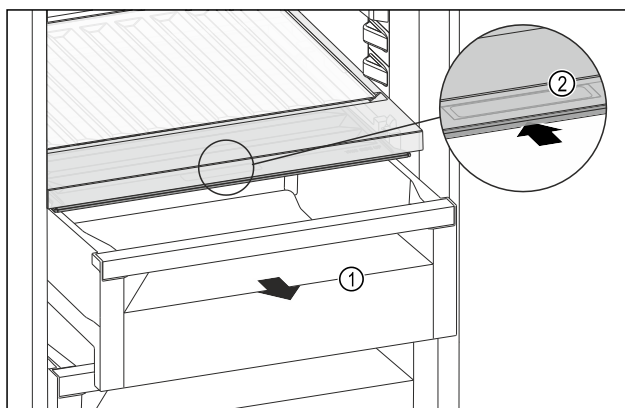

Fig. 108
- Estrarre il cassetto Fig. 108 (1).
- Afferrare la maniglia incassata *Fig. 108 (2)* sul coperchio dello scomparto e spingere allo stesso tempo all'indietro il coperchio dello scomparto.